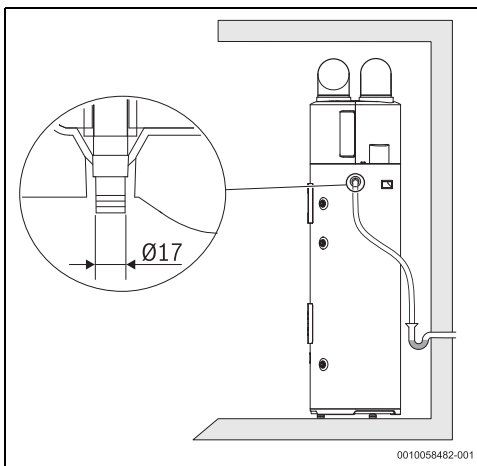

Fig. 15 Raccordement de l'écoulement des condensats
- ▶ Raccorder un tuyau d'évacuation flexible de Ø 20 mm (fig. 15).